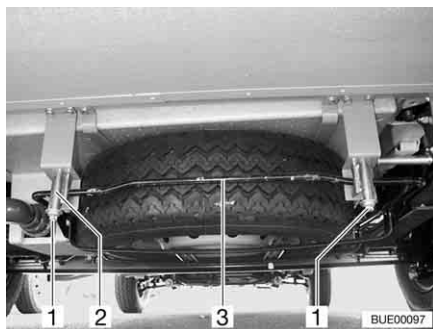

Fig. 277 Système de maintien de la roue de secours (panier)
- Desserrer les écrous (Fig. 277,1) des crochets arrière droit et gauche (Fig. 277,2) du système de maintien de la roue de secours.
- Pousser légèrement le tenon (Fig. 277,3) vers le haut. Tirer simultanément le crochet vers le bas et décrocher le tenon.